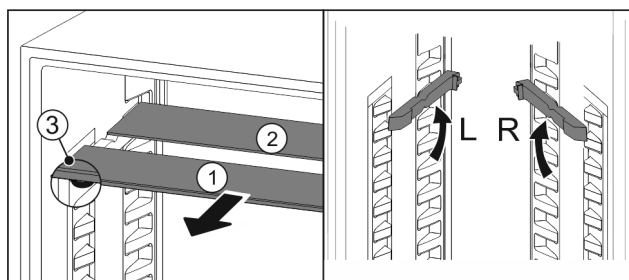

Fig. 59
- ▶ Sortir les tablettes par l'avant Fig. 59 [1].
- ▷ La tablette Fig. 59 (1) avec bordure décorative est située à l'avant.
- ▷ Les butées Fig. 59 (3) sont orientées vers le bas.